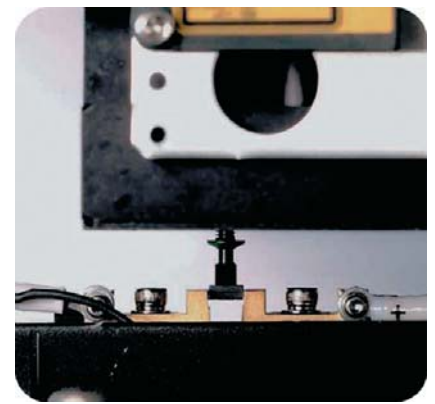

Рис. 6. Система измерения электрических параметров компонентов
- При помощи системы измерения электрических параметров компонентов (CVS), применяемой на автоматах JUKI (рис. 6), можно избежать ошибок подготовки производства. Эта система позволяет измерить номинал резисторов, емкостей и диодов и тем самым проконтролировать заправку ленты с нужным компонентом в соответ-